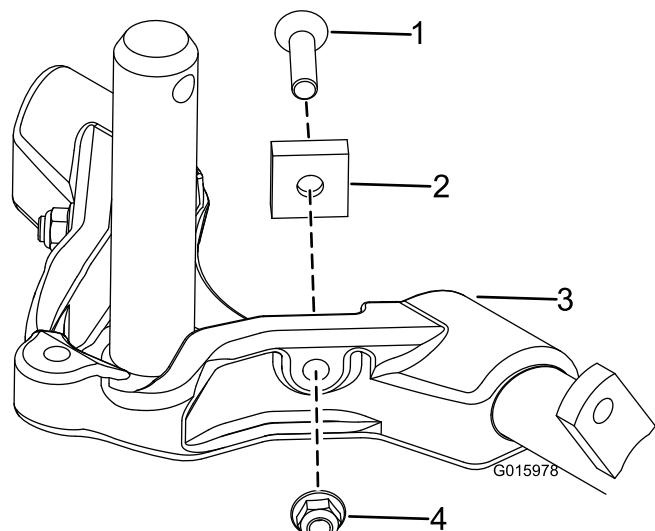
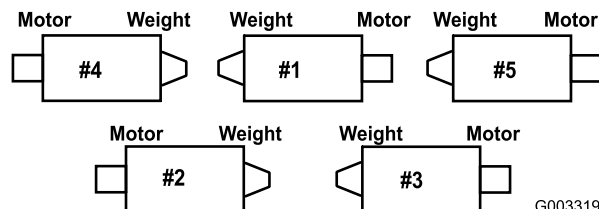

Figura 8
Figura 9
Aumentate lo sterzo degli apparati di taglio posteriori rimuovendo i (2) distanziali del perno, le viti a esagono incassato e i dadi di bloccaggio flangiati (Figura 8) dai telai portanti degli apparati di taglio (#2 e #3) posteriori (Figura 9).
1. Tappo in plastica 2. Vite a testa cilindrica (2)
5. Montate, senza stringere eccessivamente, le 2 viti di montaggio del motore del cilindro sulla piastra laterale sinistra dell'apparato di taglio (Figura 9).